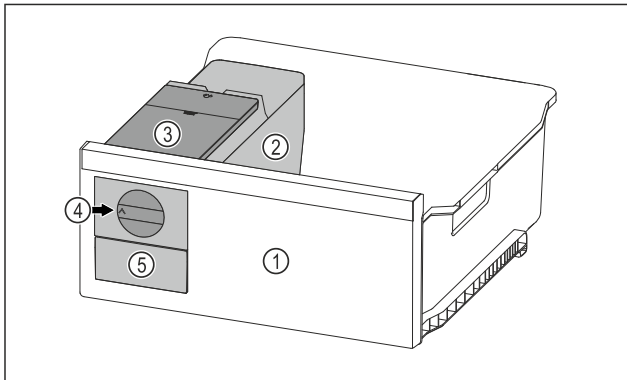

Fig. 38 Ілюстративне зображення
- ▶ Поворотну ручку Fig. 38 (4) повернути за годинниковою стрілкою до упору.
- ▷ Кубики льоду випадають із ванночки для кубиків льоду у висувний ящик для кубиків льоду Fig. 38 (5). Якщо не всі кубики льоду виймаються з ванночки для кубиків льоду: